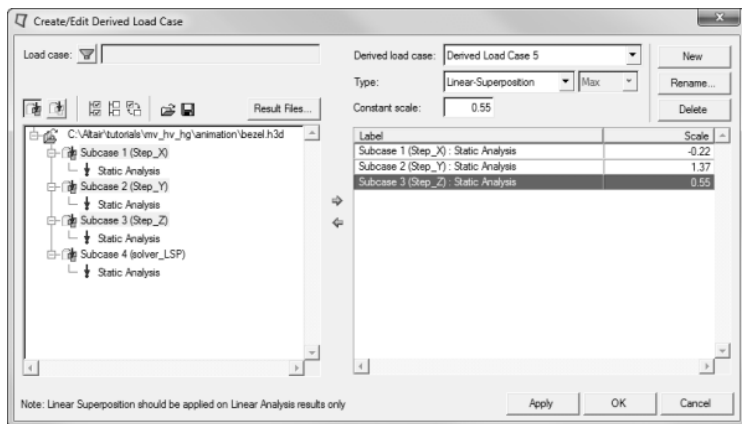

图 13-49 创建线性叠加载荷步
- (3) 从左边载荷步列表中选择 Subcase 1 (Step_X)、Subcase 2 (Step_Y)和 Subcase 3 (Step_Z)。
- (4) 单击箭头 (→) 按钮，把这些选择的载荷步添加到新的线性叠加载荷步中。
- (5) 从派生载荷步表中高亮显示 Subcase 1 (Step_X): Static Analysis。
- (6) 输入-0.22 到 Constant scale: 并按〈Enter〉键。
- (7) 为 Subcase 2 (Step_Y): Static Analysis 和 Subcase 3 (Step_Z): Static Analysis 重复步骤 (5) ~ (6), 分别输入值为 1.37 和 0.55。
- (8) 确认 Type 被设置在 Linear-Superposition。
- (9) 单击 Apply 按钮来创建线性叠加载荷步, 如图 13-49 所示。